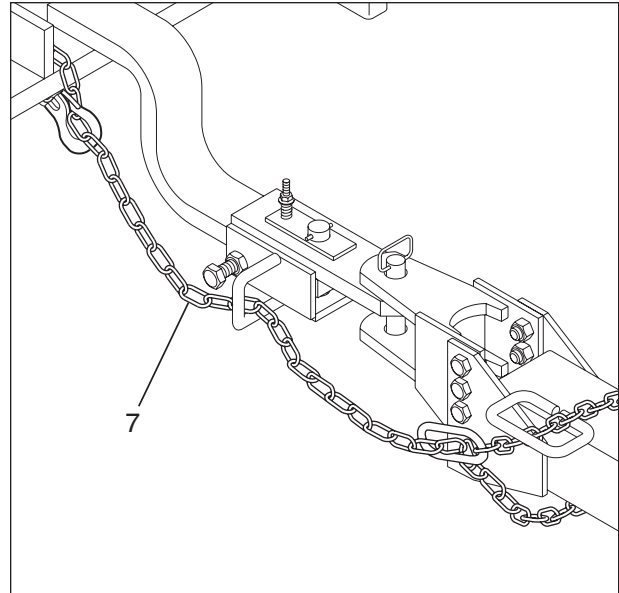

Figure 89 Chaîne de sécurité
**ATTENTION :** Lorsqu'une Boîte à Ensilage ou une autre pièce d'équipement est accrochée à une Fourragère à l'aide d'un attache rapide "(quick-disconnect)" manuel ou électrique (item 3), la goupille "rapide" (item 4) devrait être mise en place avant d'accéder à une voie publique ou à un terrain vallonné. Lorsque ceci est fait, la clé de contact de l'attache électrique devrait être enlevée. Ensuite attacher une chaîne de sécurité appropriée à l'équipement qui est remorqué.
**ATTENTION:** Attacher de façon sécuritaire au véhicule de tire. Utiliser une goupille d'attache renforcée aux dimensions appropriées avec un système de retenue mécanique et attacher une chaîne de sécurité d'une capacité d'au moins 20,000 lbs (9071 kg) (item 7 à la figure 89).